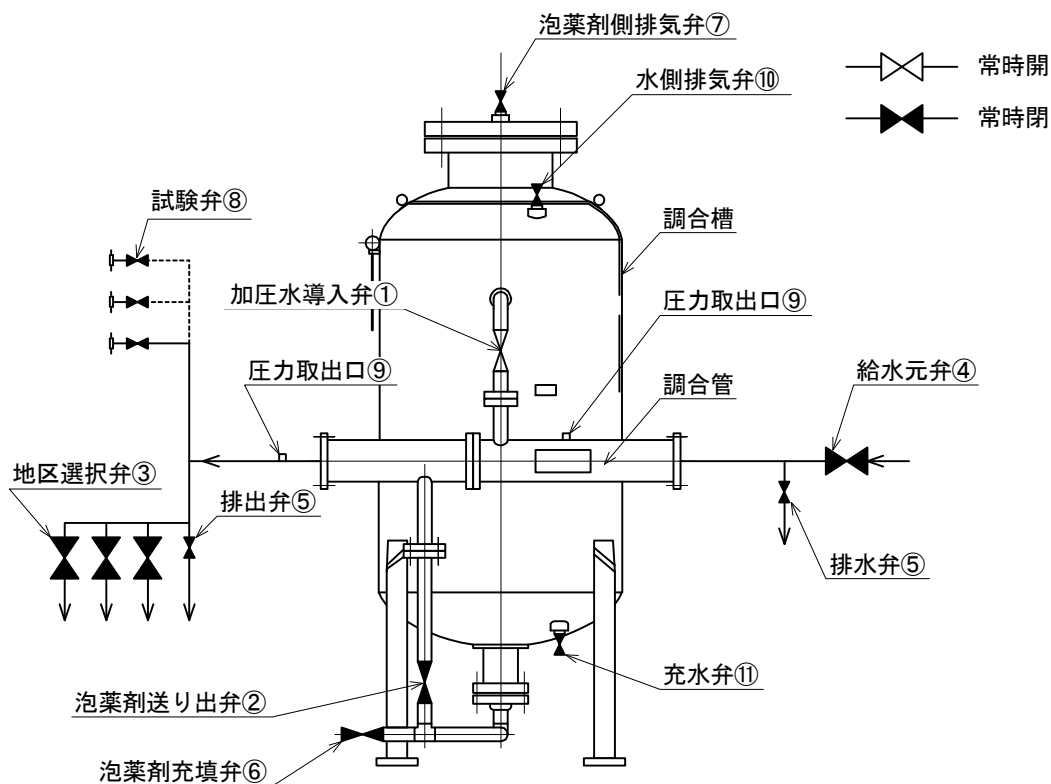

図5 バッグ入り差圧調合装置(両口)(PPT-B II型)の標準系統
- (8) 水側排気弁⑩から水が溢れ出たら、排水弁⑤及び充水弁⑪を閉止し、加圧送水装置(消火ポンプ)を停止する。接続したホースを取外す。
- (9) 泡消火薬剤の充填に先立って、充填ポンプ及び充填ホースの接続部分が緩んでいないか、しっかり接続されているかを確認する。
- (10) 泡薬剤充填弁⑥を開放し、泡消火薬剤充填ポンプを運転して、調合槽のバッグ内に泡消火薬剤を圧送し充填する。
- (11) 水側排気弁⑩より水がほとんど出なくなり、泡薬剤側排気弁⑦より泡消火薬剤が溢れ出そうになったら充填ポンプを停止する。
- (12) 泡薬剤充填弁⑥を閉止し、標準貯蔵量の泡消火薬剤の充填が確認されたらホースの接続を外し、調合槽内バッグ外側の水を排水する。
- (13) 充填された泡消火薬剤量を、検尺棒を使って計量する。検尺棒のレベル線(液温 20℃時の液面)まであれば標準貯蔵量が充填されたとする。
- (14) 標準貯蔵量以上充填してしまった場合は、過充填分を抜き取る。
- (15) 水側排気弁⑩及び泡薬剤排気弁⑦を閉止する。
- (16) 調合装置の弁の開閉状態を図5のとおりにセットする。
- (17) 泡消火薬剤充填完了後、充填ポンプ、充填ホース等は十分水洗いしておく。
- 調合槽(調合槽とバッグの間)に充水する時は、バッグ破損に繋がらないよう注意しながら充水弁⑪を微開にしてください。
- 加圧水導入弁①を常時閉で運用する場合、水側排気弁⑩の取り付け口に内圧上昇防止措置を実施すること(夏場の高温により調合槽内圧力が異常昇圧するおそれがある。)
6. 調合性能の確認 (図 5 参照)
7-1 消火時の操作手順 (図 5 参照)
7-2 消火後の操作手順 (図 5 参照)
- (1) 加圧水導入弁①、泡薬剤送出弁②及び充水弁⑩が閉止していることを確認し、泡薬剤側排気弁⑦及び水側排気弁⑧を開放する。
- (2) 泡消火薬剤ドラムに充填ポンプサクションを挿入し、ポンプの吐出側に充填ホースを接続する。
- (3) 充填ホースの一端を泡薬剤充填弁⑥にねじ込み接続する。
- (4) 5 項「泡消火薬剤の調合槽への充填作業」5-2「充填作業」(9)以降の手順に従って再充填する。
- (5) 泡消火薬剤の充填が完了したら調合装置の弁の開閉状態を図 5 のとおりにセットする。